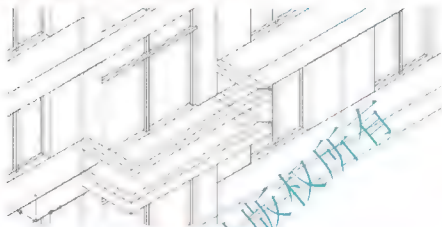
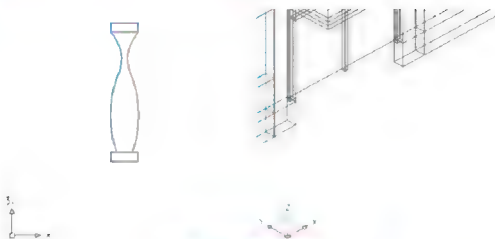
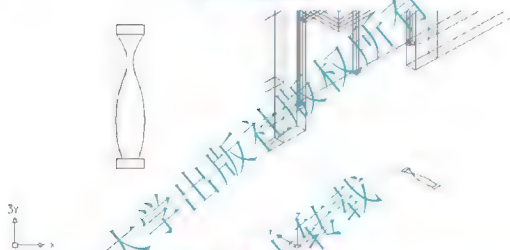

图 6.43 绘制阳台板
图 6.44 垂直平铺窗口
图 6.45 绘制“花瓶”图形
- (6) 按 Enter 键结束命令, 结果图 6.43 所示。
(1) 保持当前图层仍为【阳台 1】图层。继续绘制图 6.43, 同时打开第 4 章中图 4.53 所示的图形文件, 然后执行菜单栏中的【窗口】|【垂直平铺】命令, 使打开的两个图形文件呈垂直平铺显示状态, 结果如图 6.44 所示。
(3) 将十字光标放到任意一条虚线上 (注意不能放在蓝色夹点上), 按住鼠标左键并缓缓地移动光标, 会发现所选择的花瓶图形随着光标的移动而移动。
(4) 继续按住左键并将图形放到图 6.43 所示的窗口中, 松开左键, 这时选择的花瓶图形被复制到该图形中, 结果如图 6.45 所示。关闭图 4.53 所示的图形文件。